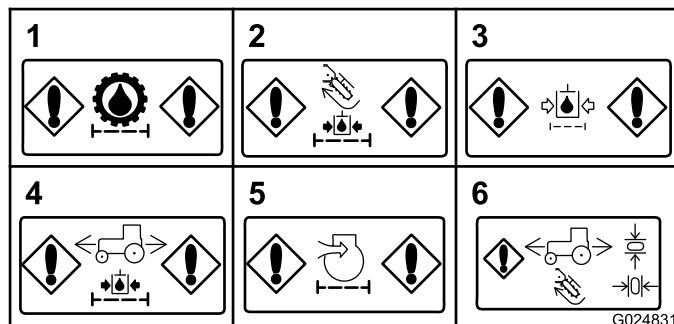

Рисунок 33
- Засорение фильтра линии нагнетания гидросистемы (трансмиссия)** – Это сообщение появляется при засорении фильтра линии нагнетания гидросистемы для трансмиссии (Рисунок 33).
- Засорение фильтра линии нагнетания гидросистемы (принадлежности)** – Это сообщение появляется при засорении фильтра линии нагнетания гидросистемы для принадлежностей (Рисунок 33).
- **Засорение фильтра линии возврата гидросистемы** – это сообщение появляется при засорении фильтра линии возврата гидросистемы (Рисунок 33).
- **Засорение фильтра линии нагнетания гидросистемы (тяговый двигатель)** – Это сообщение появляется при засорении фильтра линии нагнетания для тягового двигателя (Рисунок 33).
- **Засорение воздушного фильтра (двигатель)** – Это сообщение появляется, если требуется техобслуживание воздушного фильтра (Рисунок 33).
- **Индикатор возврата в нейтральное положение** – Этот индикатор появляется, если вы попытаетесь выполнить операцию, для которой необходимо вернуть джойстик или педаль тяги в положение «Нейтральное». Верните джойстик или педаль тяги в положение «Нейтральное», прежде чем продолжить работу (Рисунок 33).